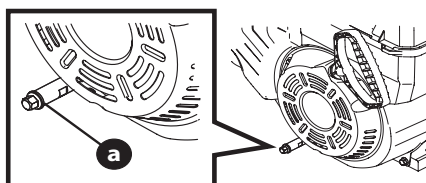

Figura 10
- Limpie el área alrededor del tapón de drenaje de aceite (a) (Figura 10).
- Retire el tapón de drenaje de aceite (Figura 10).